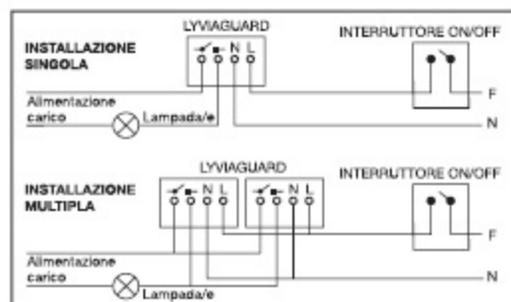

FIG. 5
- Controllare il circuito elettrico che deve essere realizzato secondo gli schemi di fig. 5 e 6.
Consigliamo di collegare a monte dell'alimentazione del rilevatore un interruttore in modo da poter comandare a piacimento l'inserzione del rilevatore (vedi fig. 5). Seguite queste istruzioni per usare il vostro LYVIADECT nel migliore dei modi. Il circuito di collegamento è rappresentato in fig. 5 e 6. Collegare l'alimentazione ai morsetti L-N, mentre il carico da comandare va collegato ai morsetti